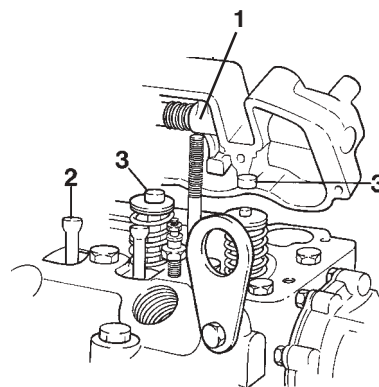

Fig. 13. Dépose du mécanisme de culbuteur (MD2040)
18. Desserrer les écrous pour les chapeaux de palier des culbuteurs. Déposer le mécanisme de culbuteur (1, fig. 13) et les tiges poussoirs (2). Déposer les chapeaux de soupape (3, MD2040) des queues de soupape.